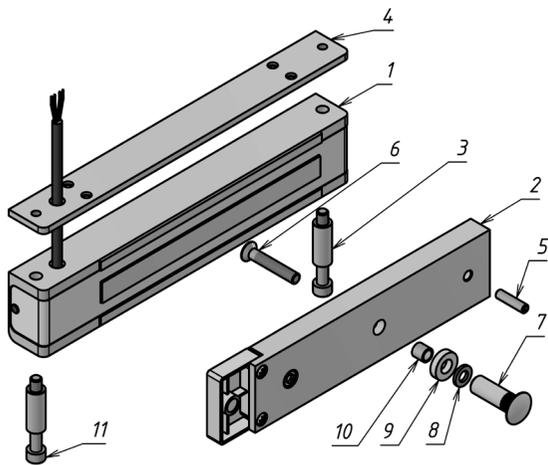

Рисунок 1 – Комплект поставки замка
3.1 Комплект поставки (рисунок 1):
- корпус (1).....- 1 шт.
- якорь (2).....- 1 шт.
- втулка (3).....- 2 шт.
4.5 Винт крепления якоря (поз.6 рис.1) необходимо затянуть с усилием, достаточным для